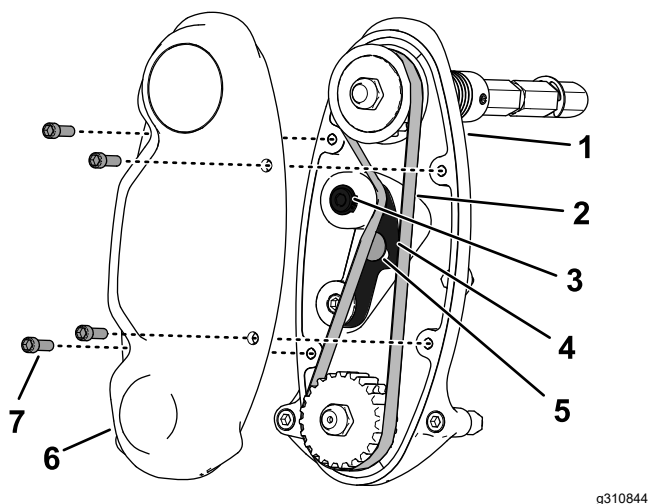

Рисунок 17
1. Снимите крышку ремня, чтобы открыть доступ к ремню (Рисунок 17).
2. Ослабьте болт рычага натяжного ролика и поверните рычаг натяжного ролика (Рисунок 17), чтобы ослабить натяжение ремня.
3. Снимите ремень (Рисунок 17).
6. Установите ремень и затяните его, приложив крутящий момент от 6 до 7 Н·м к внутреннему шестиграннику рычага натяжного ролика, показанного на Рисунок 17.